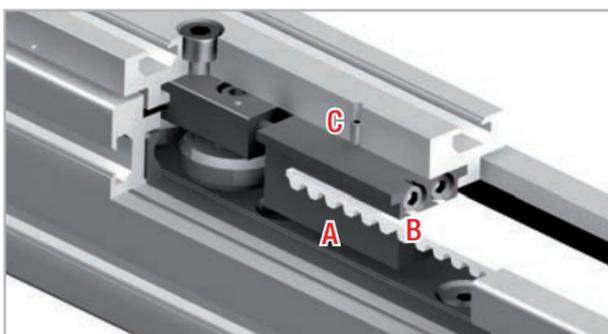

Fig. 73
1. Desparafusar os parafusos de segurança C (no topo da placa do cursor) do dispositivo de tensionamento da correia A (ver fig. 73).